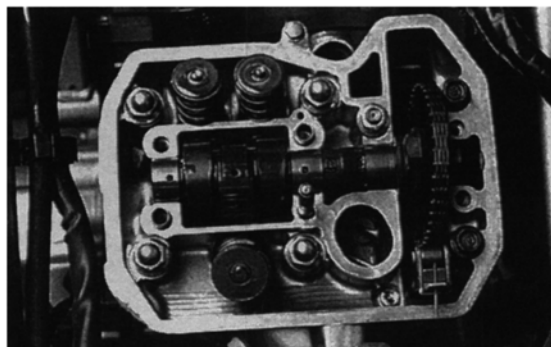

Bild 115
- Passhülsen einsetzen, siehe Bild 115 und Kipphebellagerbock aufsetzen. Befestigungsschrauben zusammen mit Ölleitblech schrittweise über Kreuz anziehen (23 Nm) und gut Öl begeben (Bild 116).